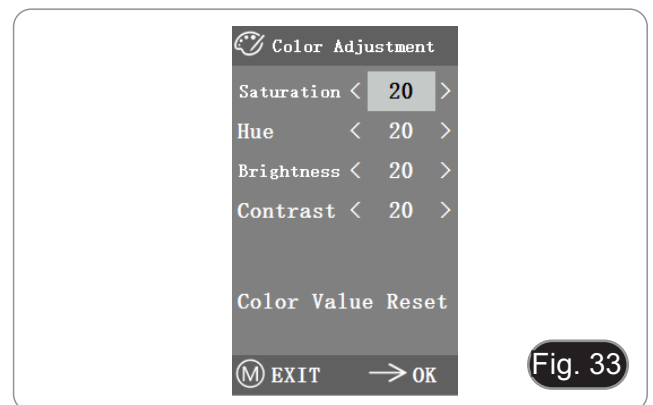

Fig. 33
1. Nach dem Aufrufen des Farbeinstellungsmenüs (Fig. 33) können Sättigung, Farbton, Helligkeit und Kontrast eingestellt werden, um das Bild auf das gewünschte Niveau zu bringen.